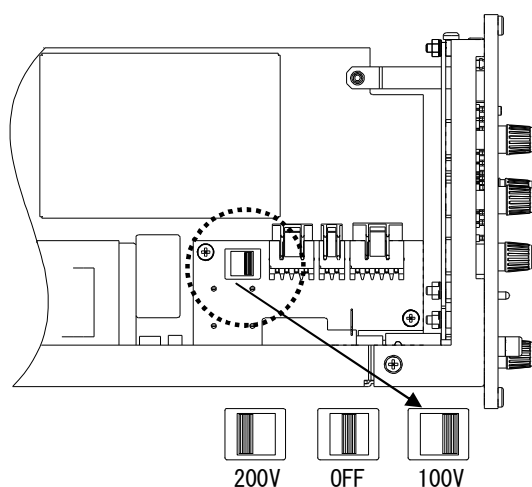

図 7-7
3. AC電源電圧セレクトスイッチが図7-7の位置にあります。スイッチはAC200V／OFF／AC100Vの選択が可能です。ご使用のAC電源にセレクトスイッチをスライドさせ、切替えてください。AC電源ヒューズはAC100V／AC200Vに対応していますので、標準搭載されていますヒューズ(AC100V／AC200V電源両用、125mA:0334-3007)をそのままお使いください。